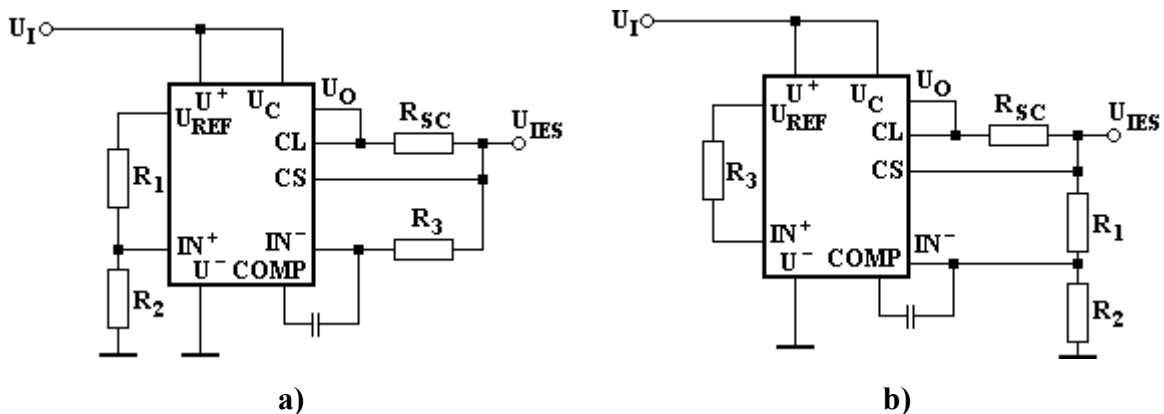

Fig. 8.8. Stabilizator de tensiune cu circuitul integrat  $\beta A723$ .
În fig.8.8 se prezintă conexiunile cu ajutorul cărora se obține fie o tensiune de maxim 7V (fig.8.8,a) fie mai mare de 7V (fig.8.8,b). Aceste circuite pot debita un curent maxim  $I_{Omax}=150mA$ . Limitarea acestui curent se realizează cu ajutorul rezistenței de protecție la scurtcircuit,  $R_{SC}$ . Această rezistență nu protejează stabilizatorul, ci limitează doar curentul, realizând o caracteristică rectangulară. Valoarea acestei rezistențe pentru curentul maxim de 150mA, considerând căderea de tensiune pe o joncțiune de 0,65V este:
Cu aceste observații, pentru circuitul din fig.8.8,a, unde tensiunea stabilizată are valori cuprinse între 2 și 7V, se scrie:
Pentru circuitul din fig.8.8,b, unde tensiunea stabilizată are valori cuprinse între 7 și 27 (37)V, este valabilă relația:
Tensiunea de ieșire fiind mai mică decât cea de referință, rezultă că schema stabilizatorului este cea din fig.8.8,a. Dacă prin  $R_1$  și  $R_2$  circulă un curent de 1mA, înseamnă că:
a) Tensiunea de ieșire fiind mai mare decât cea de referință, rezultă că schema stabilizatorului este cea din fig.8.8,b. Dacă prin  $R_1$  și  $R_2$  circulă un curent de 1mA, înseamnă că: